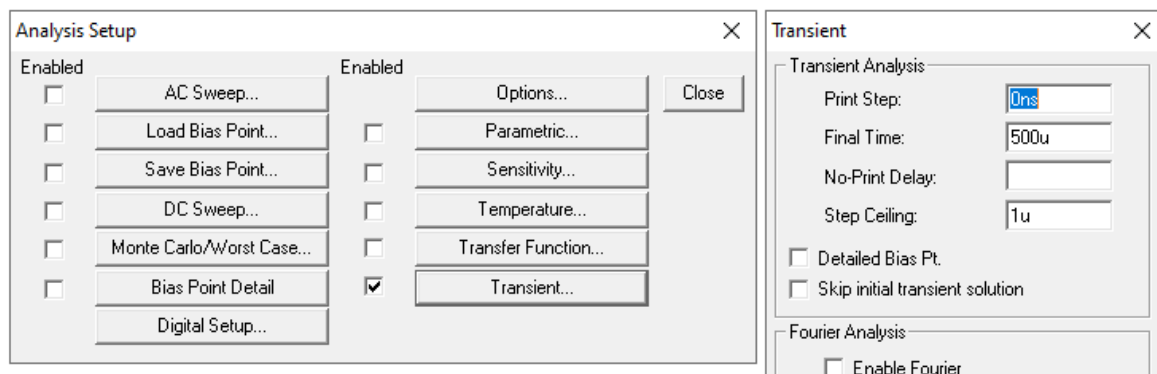

Рис.4 Параметры временного анализа
- установить режим расчета схемы во временной области (пиктограмма ) с параметрами указанными на рис. 4. (другие виды анализа отменить);